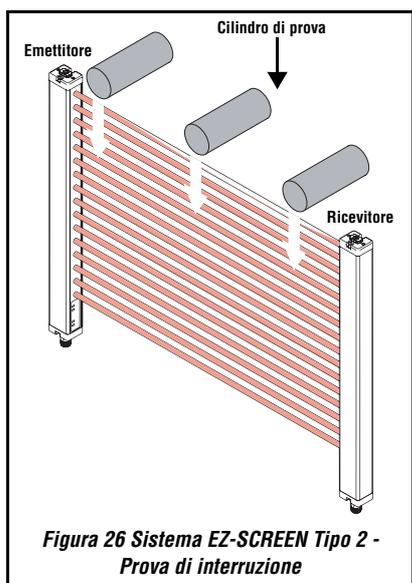

Figura 26 Sistema EZ-SCREEN Tipo 2 - Prova di interruzione
- 3) Solo per versioni con uscita Trip, inserire il cilindro di prova nella zona di rilevamento in tre tratti separati dei raggi, come mostrato alla Figura 26 a pagina 44. Controllare che il LED RAGGIO LIBERO del ricevitore si spenga ○ ☐
- 4) Solo per versioni con uscita Latch, inserire il cilindro di prova nella zona di rilevamento in tre tratti separati dei raggi, come mostrato alla Figura 26 a pagina 44. Verificare che il LED RAGGIO LIBERO del ricevitore si spenga ○ e che il LED RAGGIO INTERRUPTO del ricevitore si accenda con luce fissa rossa ● e rimanga acceso anche quando il cilindro di prova viene tolto dalla zona di rilevamento. Se gli indicatori di allineamento gialli iniziano a lampeggiare (ad esempio, per richiedere un reset) mentre il cilindro di prova si trova all'interno della zona di rilevamento, il sistema non ha superato la prova d'interruzione. È necessario effettuare un reset per riattivare il sistema (e le uscite, se collegate per il funzionamento normale). □